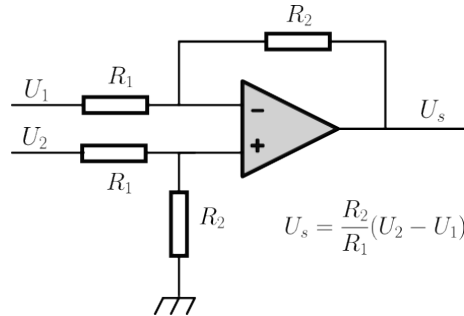

FIGURE 3 – Montage soustracteur.
Il s'agit maintenant de réaliser des tests expérimentaux et vérifier si nous observons un comportement similaire avec le banc moteur. Pour cela, implémenter la loi de commande à partir d'un montage à base d'un amplificateur opérationnel (cf Figure 3) et le bloc relais. Pour ajuster sa caractéristique entrée/sortie, appliquer un signal sinusoïdale à l'aide du GBF à l'entrée, et observer à l'oscilloscope à la fois l'entrée (X) et la sortie (Y) en mode XY : **Aquire >> Time mode >> XY**. Utiliser le mode persistant pour l'affichage : **Display >> ∞Persist**. Régler les valeurs de seuil (dead zone) 0, d'hystérésis  $\Delta$  et d'amplitude  $M$ .